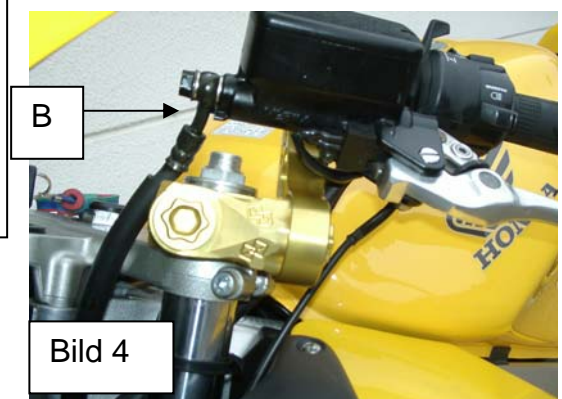

Bild 4
3. Die Verdrehsicherung (Bild 3 / A) der Brems-Kupplungsschläuche (Bild 4 / B) sauber abtrennen .